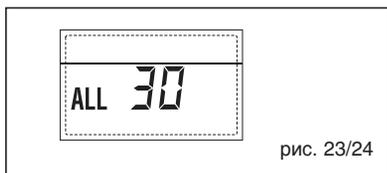

рис. 23/24
**– НЕПОЛАДКА ДАТЧИКА КАСКАДНОЙ ПОДАЧИ “ТРЕВ 31” (рис. 23/25)**